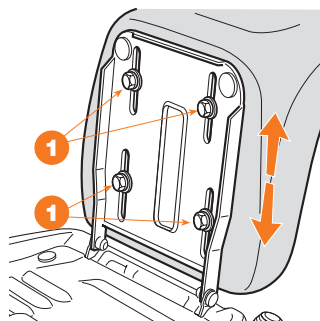

Рис. 12
- Чтобы изменить положение сиденья, необходимо ослабить четыре крепежных винта **1** и переместить сиденье вдоль опорных направляющих (Рис. 12).